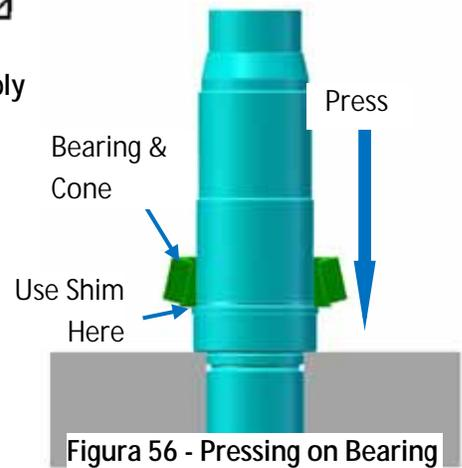

Figura 56 - Pressing on Bearing
3. Toma el balero frontal como abajo como roller asemblea y coloca encima del eje con el cono radial hacia abajo. Asegura que el asemblea de baleros y cono estan alineado bien antes press aquellos en el eje, Figura 56.